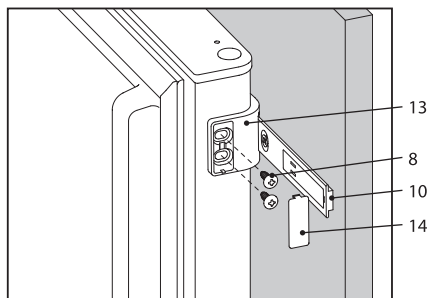

Figura 12
- instalați colțul 13 pe ghidajul superior 10 în conformitate cu figura 12 și aliniați-l cu ușa CF (ușile dulapului CF și mobilei trebuie să fie deschise la un unghi de 90°);